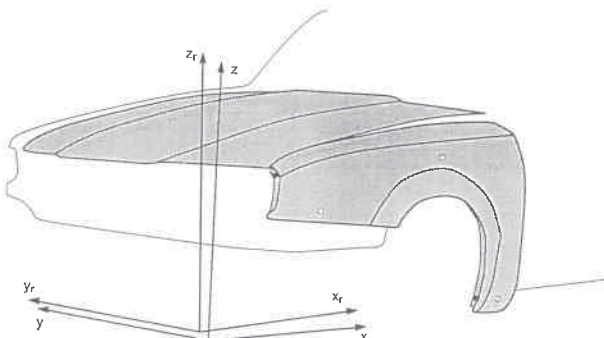

Fig. 5. Measurement of object position and orientation.
- **Assemblage de prototype :** MNS a la capacité de mesurer la position et l'orientation d'objets par rapport à tout système de référence de base défini par l'utilisateur. L'exemple de la figure 5 montre la détermination de la position et de l'orientation d'une aile pendant l'assemblage du prototype. Le système de référence devra être le système de coordonnées de l'automobile. Trois LEDs sont fixées sur l'aile. MNS est capable de mesurer et de stocker instantanément l'emplacement de ces LEDs par rapport au système de coordonnées de l'aile qui est défini par des points de référence, comme décrit dans la section 2.1. Ces